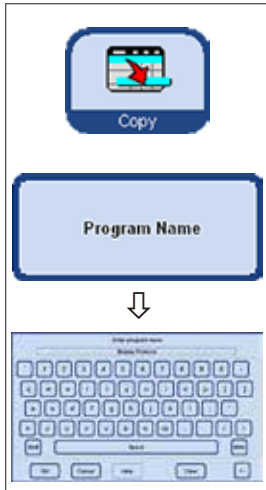

Bild 159
- Tryck på knappen **PROGRAM NAME** (programnamn) högst upp i tabellen så visas tangentbordet (bild 159).